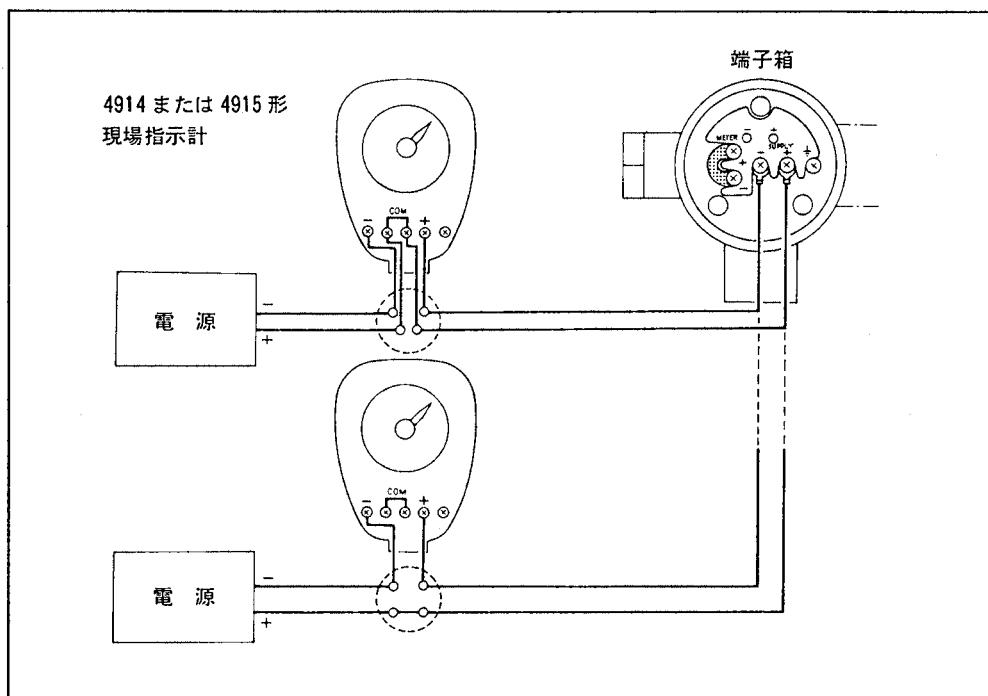

図4.10 現場指示計の接続（2）
(4) (3)項の方法の他に、メータ接続端子のジャンパを取り付けたまま図4.10のように配線することもできます。
(5) 端子箱カバーを取付けます。耐圧特殊防爆形の場合は錠締金具を必ず締めてください。